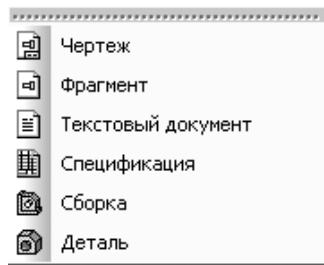

Рис. 2.34. Всплывающее меню **Новый документ**
- щелкните на панели инструментов **Стандартная** по стрелке направленной вниз , расположенной справа от кнопки  **Создать**. Появится всплывающее меню **Новый документ** (рис. 2.34);